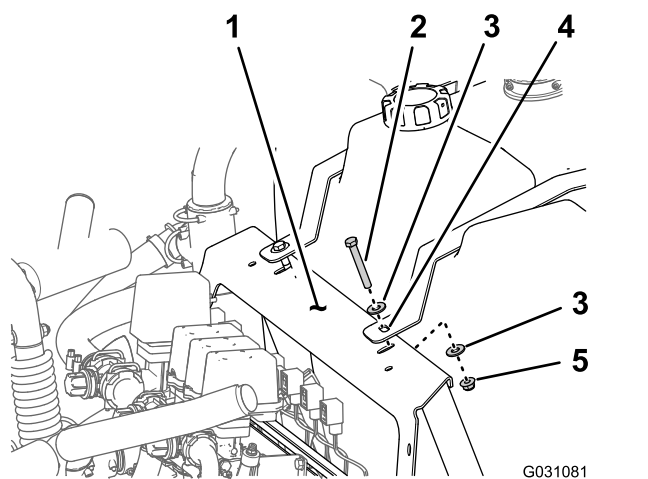

図 1
- C. すずぎタンクをマニホルドマウントに固定しているボルト 3/8 x 2-3/4" 2本、フランジロックナット 3/8" 2個、ワッシャ 3/8" 4枚を取り外す 図 1。